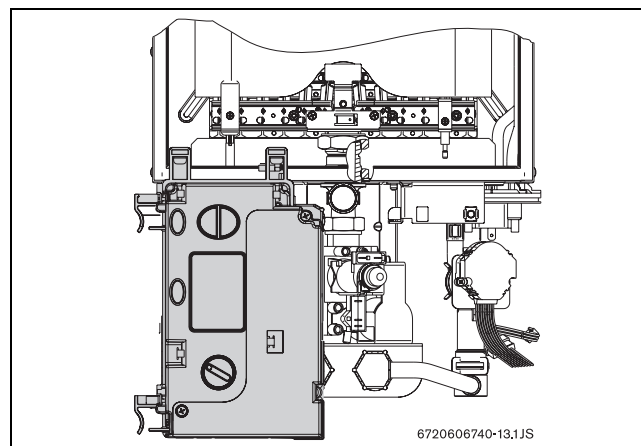

Fig. 18 Posizione d'aggancio del quadro comandi (accesso alle regolazioni gas)
- Dopo l'estrazione del quadro comandi, agganciarlo come da →Fig. 18.